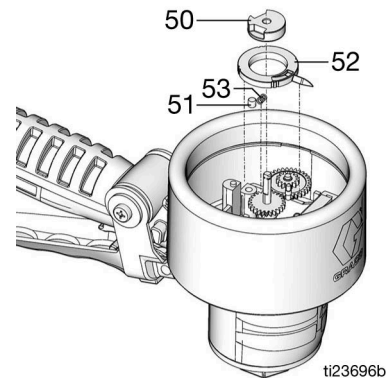

FIG. 23
4. Instale el puntero inferior (52), el muelle (53), la clavija (51) y el tapón (50), como se muestra en la FIG. 23. Utilice una llave hexagonal para apretar el tornillo de fijación del tapón.